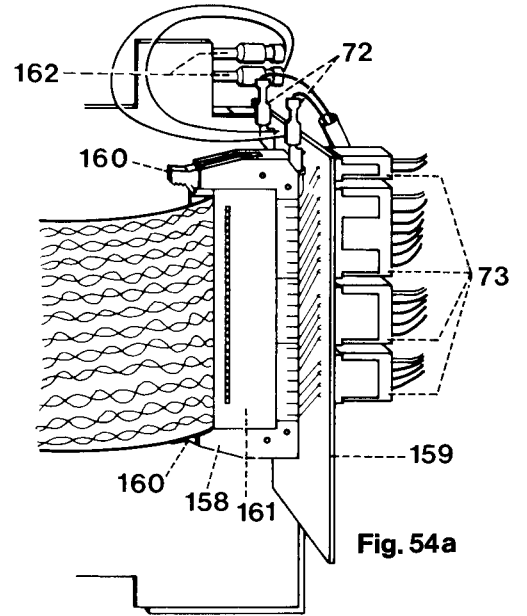

Fig. 54a
- Nun den Breitbandstecker 161 in den Anschluß 158 **Pfeil auf Pfeil**, des Teststeckers 159 stecken und die zwei Verschußhebel 160 einrasten (Abb. 54a).
- Die zwei Fußanlasserkabel 72 auf den Teststecker 159 schieben (Abb. 54a).
- Den Teststecker 159 auf die Anschlußstifte der 4 Kabelstränge an der Leiterplatte stecken (siehe Abb. 54a).
- Plug extra-wide plug 161 into receptacle 158 of test plug 159 (arrow on arrow), and lock both locking levers 160 in position (Fig. 54a).
- Connect the two foot control wires to test plug 159 (Fig. 54a).
- Push test plug 159 onto the connector pins of the 4 looms on the circuit board (Fig. 54a).
- Raccorder le connecteur 161 dans la prise 158, **flèche sur flèche**, de l'adaptateur de test 159 et enclencher les deux verrous 160 (fig. 54a).
- Enficher les deux fils 72 du rhéostat sur l'adaptateur 159 (fig. 54a).
- Engager l'adaptateur de test 159 sur les broches des 4 faisceaux de fils du circuit imprimé (fig. 54a).